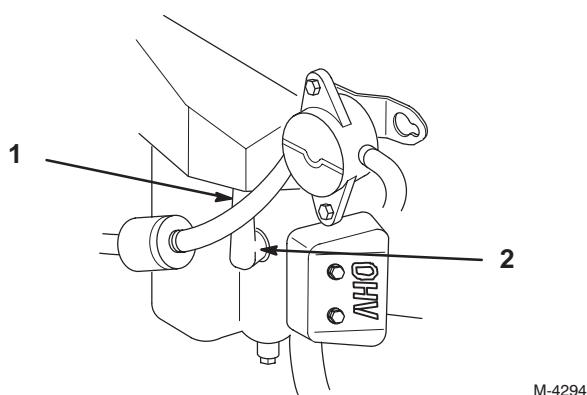

Figure 22
2. Débranchez les fils des bougies (Fig. 22). Nettoyez la surface autour des bougies pour éviter que des impuretés endommagent le moteur en tombant à l'intérieur.
3. Connectez les fils aux bougies (Fig. 22).